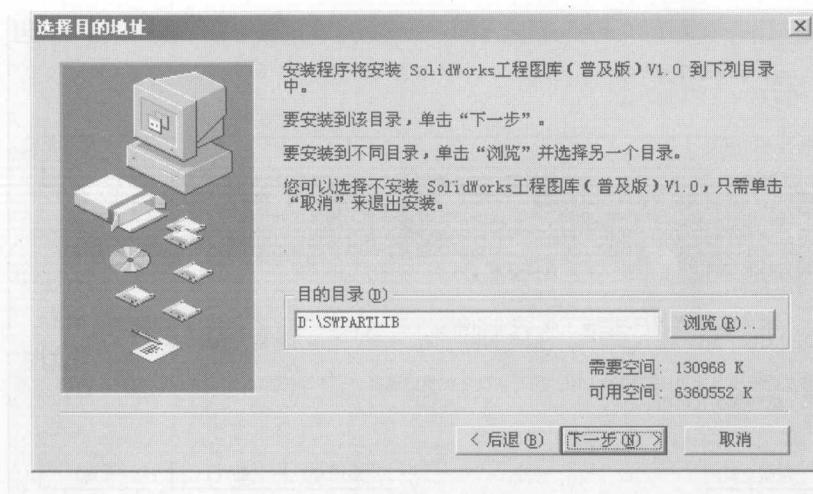
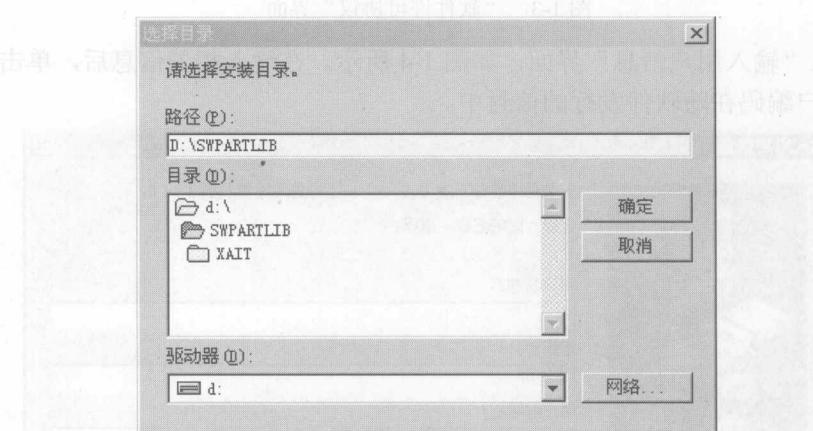

图 1-5 “选择目的地址”界面
图 1-6 “选择目录”对话框
(6) 进入“选择目的地址”界面，如图 1-5 所示，系统默认的安装目录是 D:\SWPARTLIB。如果希望安装在其他的目录中，单击“浏览”按钮，弹出如图 1-6 所示的“选择目录”对话框，选择合适的文件夹后（注意：目录中不能有中文名称），单击“确定”按钮，返回如图 1-5 所示的界面。